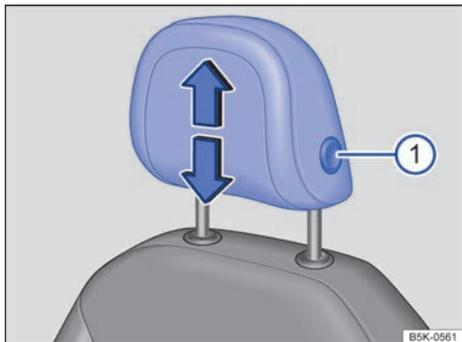

Fig. 66 Apoyacabezas delantero: retirar.
- Retirar el apoyacabezas con el botón → fig. 66 Ⓜ️ presionado.
- Empujar hacia abajo totalmente el apoyacabezas con el botón → fig. 66 Ⓜ️ presionado.